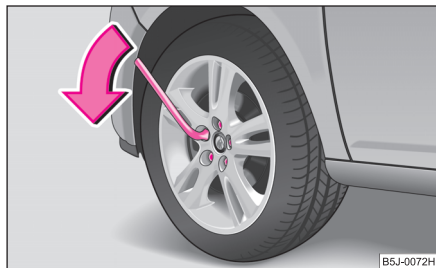

Fig. 172 Changement de roue: Desserer les boulons de roue
- Saisissez l'extrémité de la clé et faites décrire au boulon **un** tour environ vers la gauche ⇒ fig. 172.